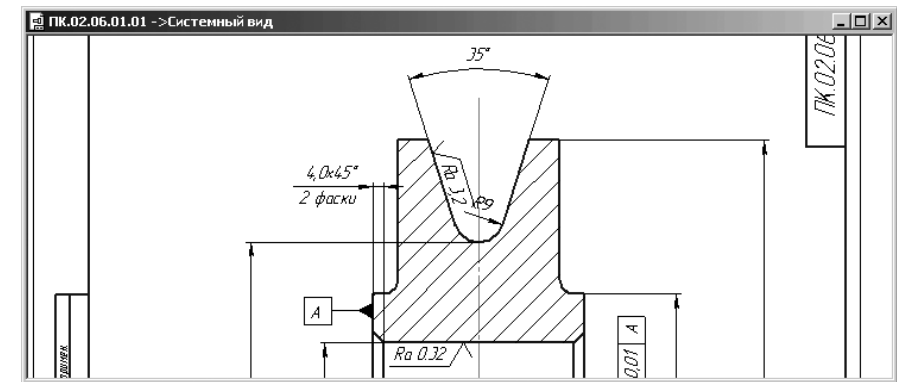

Рис. 5.17. Примеры ввода обозначений шероховатости и базовой поверхности
- переместите указатель мыши несколько в сторону от линии базовой поверхности и щелкните мышью. Знак обозначения базы появится в выбранном месте. На рис. 5.17 показана часть чертежа с введенным обозначением базовой поверхности.